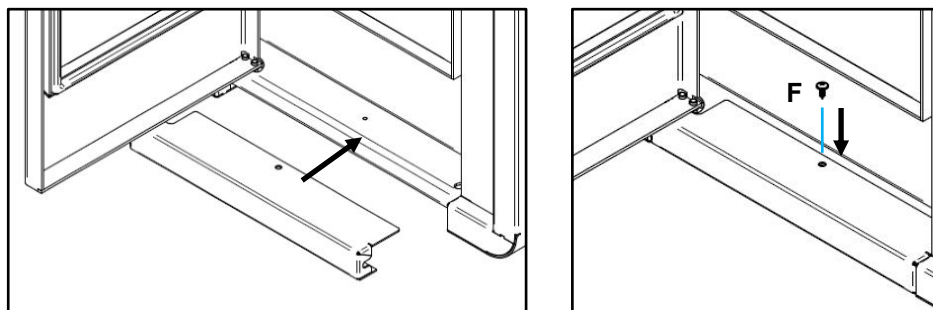

Figure 44 - Fixation finition inférieure Olive
l) Enfin, fixer la pièce de finition en bas de la machine comme montré sur la Figure 44. Ouvrir la porte, monter la pièce sur le fond de l'appareil en faisant correspondre le trou de la pièce avec le filetage de l'appareil. Utiliser une vis **F** (DIN 7981 4,2x13) ou une vis (ISO 3780 M5x12).